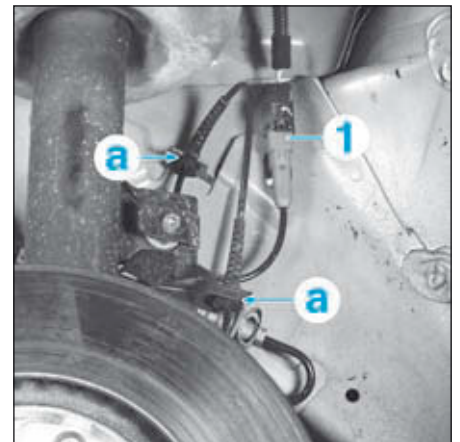

FIG.54
- Débrancher le connecteur (1) (Fig.54).